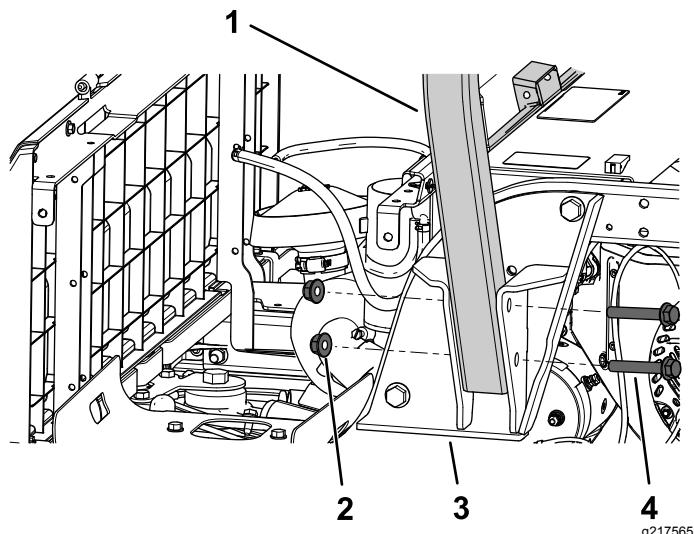

Figura 19
1. Fissate un lato del roll bar a una staffa del ROPS utilizzando 2 bulloni a testa flangiata (½" x 3½") e 2 dadi di bloccaggio (½") come illustrato nella Figura 19.